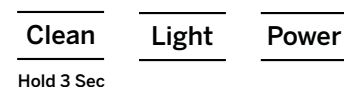

Figura 12
17. Una vez completado esto, llene la unidad con agua fresca y presione el botón "Power" (Encendido) para iniciar la producción de hielo. . Consulte la figura 12.